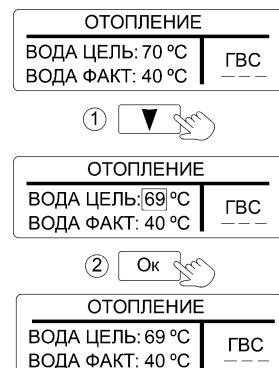

Рисунок 7. Настройка температуры теплоносителя
10.2 «ОТОПЛЕНИЕ» – режим поддержания температуры теплоносителя. Датчики температуры воздуха в алгоритме не участвуют. Заводская настройка температуры теплоносителя - 70°C. Возможно изменение температуры (см. рис. 7).